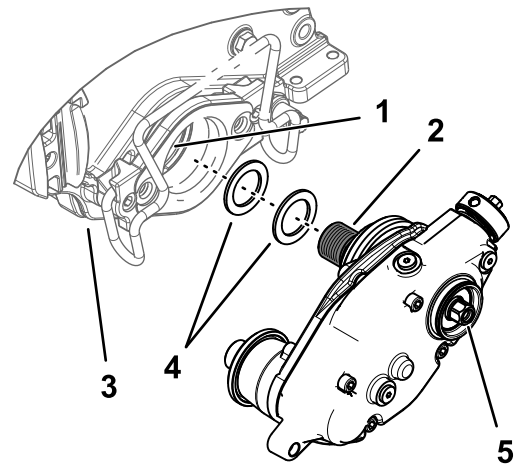

図 12
2. カッティングユニットの左側にグルーマ駆動ボックスを取り付ける場合、黒色リールアダプタのねじ山部分にシムワッシャ2枚を入れる 図 12。
4. リールシャフトにグルーマ駆動ボックスを取り付ける 図 12。
6. リールが回転しないようにしたら、駆動ボックスのシャフトの六角ヘッドを135-150 N·m13.8-15.3 kg.m = 100-110 ft-lbにトルク締めする **図 12**を参照。